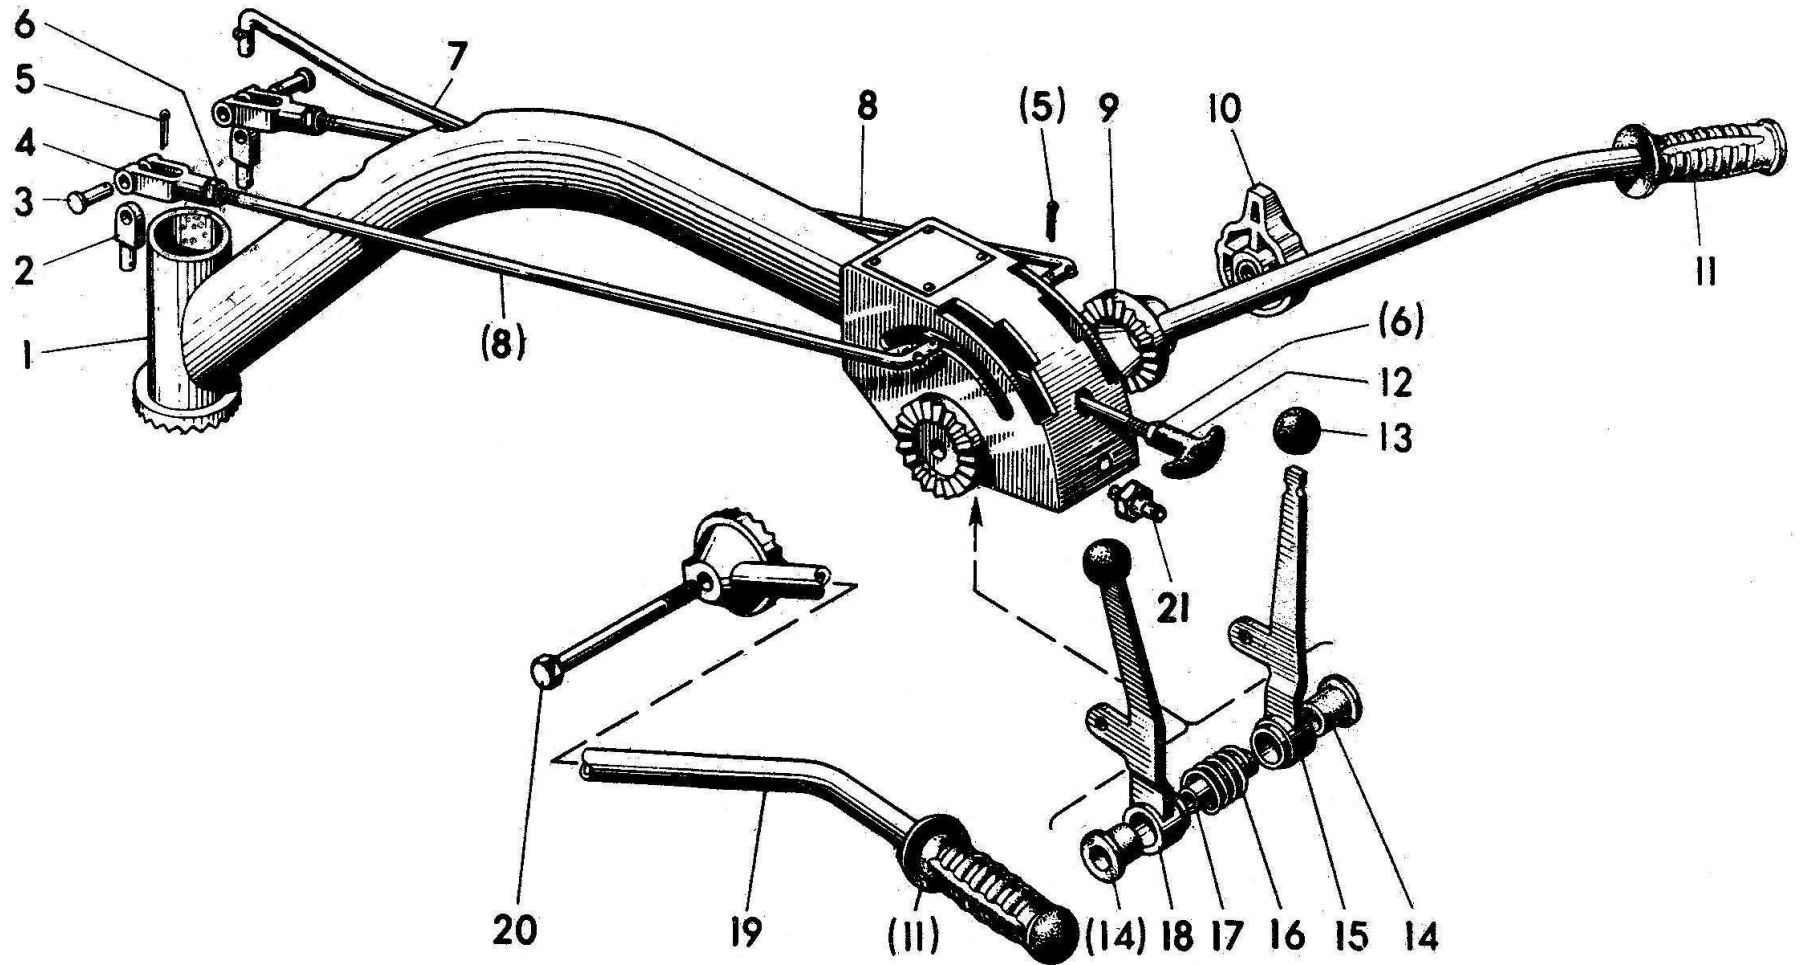

Рисунок 9 – Штанга рулевая
**05-3401. Штанга рулевая (рисунок 9)**